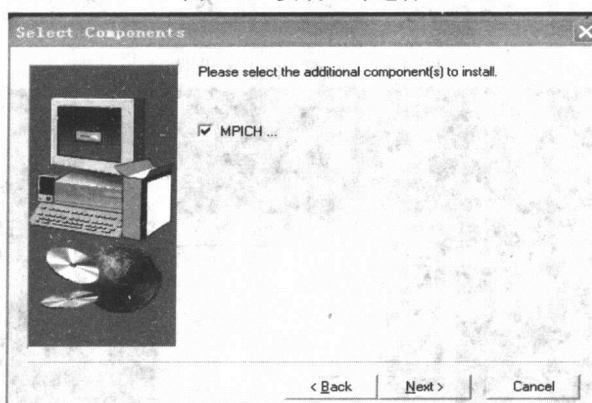

图 1-6 安装附加组件选择
(7) 弹出如图 1-6 所示的安装附加组件选择对话框, 单击【Next】按钮进入下一步安装。